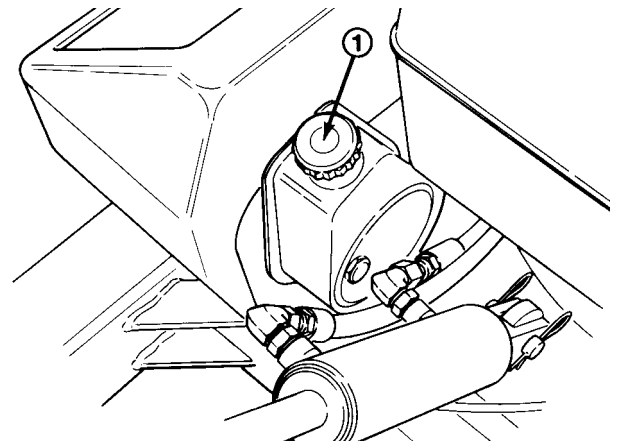

Bild 7
einlegen und den Fahrtriebshebel in die Zuschaltstellung bringen, um vorwärts oder rückwärts zu fahren. Einer der handbetätigten Sicherheitsschalthebel (Bild 7).
**Sicherheitshebelschalter** (2) (Bild 7)—Diese Schalter ermöglichen den Motorbetrieb, wenn der Zinkenkopf abgesenkt ist. Weiter halten sie den Fahrtriebshebel in der zugeschalteten Stellung. Ein Hebelschalter muss aktiviert sein, bevor der Fahrtrieb zugeschaltet oder der Zinkenkopf abgesenkt wird, während der Motor läuft.
**Nutzbremse** (Bild 7)—Zum Reduzieren der Fahrgeschwindigkeit.